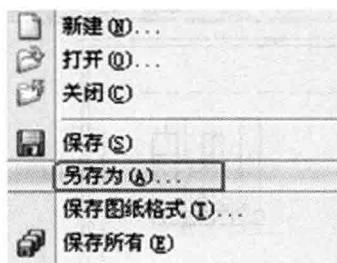

图 1-2-9
7) 将改动后的文件进行保存。单击“文件”，在对话框中单击“另存为”，参见图 1-2-9。注意暂时不要用保存，除非你对作图过程能够保证不出问题或者操作熟练后才能应用。